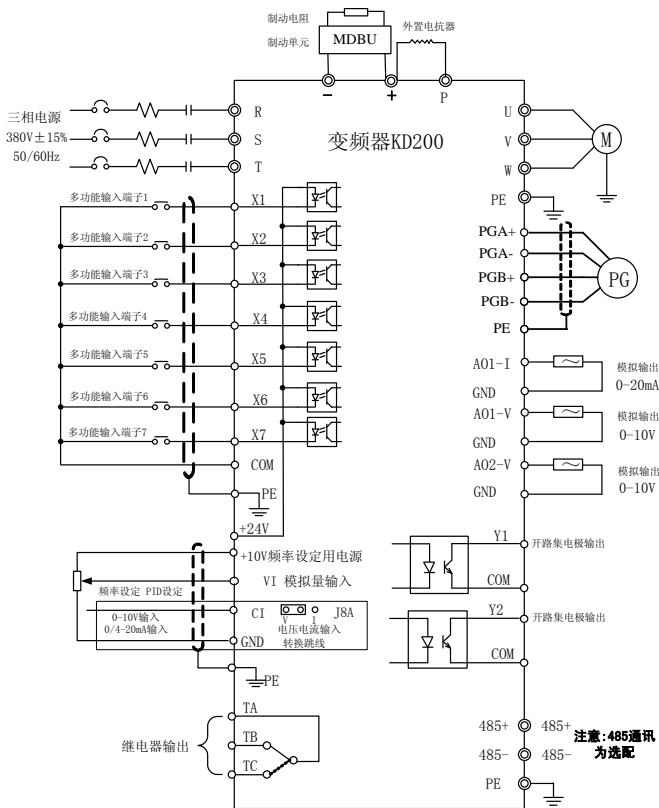

图 3-25 30kW 及以上三相 380V 变频器接线示意图
(1) 变频器到电动机的线缆(U、V、W 端子引出线)应尽量避免与电源线(R、S、T 或 R、T 端子输入线)平行走线。应保持 30 厘米以上的距离。
(2) 变频器输出 U、V、W 端子三根电机线尽量置于金属管或金属布线槽内。
(3) 控制信号线应采用屏蔽电缆，屏蔽层与变频器 PE 端相连，靠近变频器侧单端接地。
(4) 变频器 PE 端接地电缆不得借用其它设备接地线，必须直接与接地板相连。
(5) 控制信号线不能与强电电缆(R、S、T 或 R、T 与 U、V、W)平行近距离布线，不能捆扎在一起，保持 20~60 厘米(与强电电流大小有关)以上的距离。如果要相交，则应相互垂直穿越，如图 3-25 所示。
(6) 控制信号和传感器等弱点接地线必须与强电接地线分别独立接地。
(7) 禁止在变频器电源输入端(R、S、T 或 L1、L2)上连接其他设备。